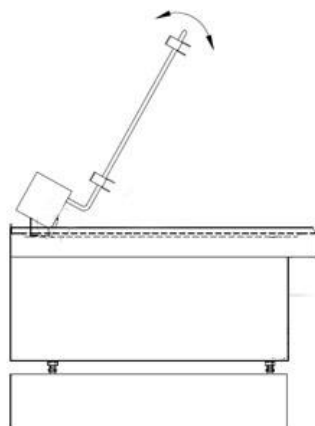

Рис.2. Нагревательные элементы в поднятом положении.
- 3) поднять нагревательные элементы (рис.2);